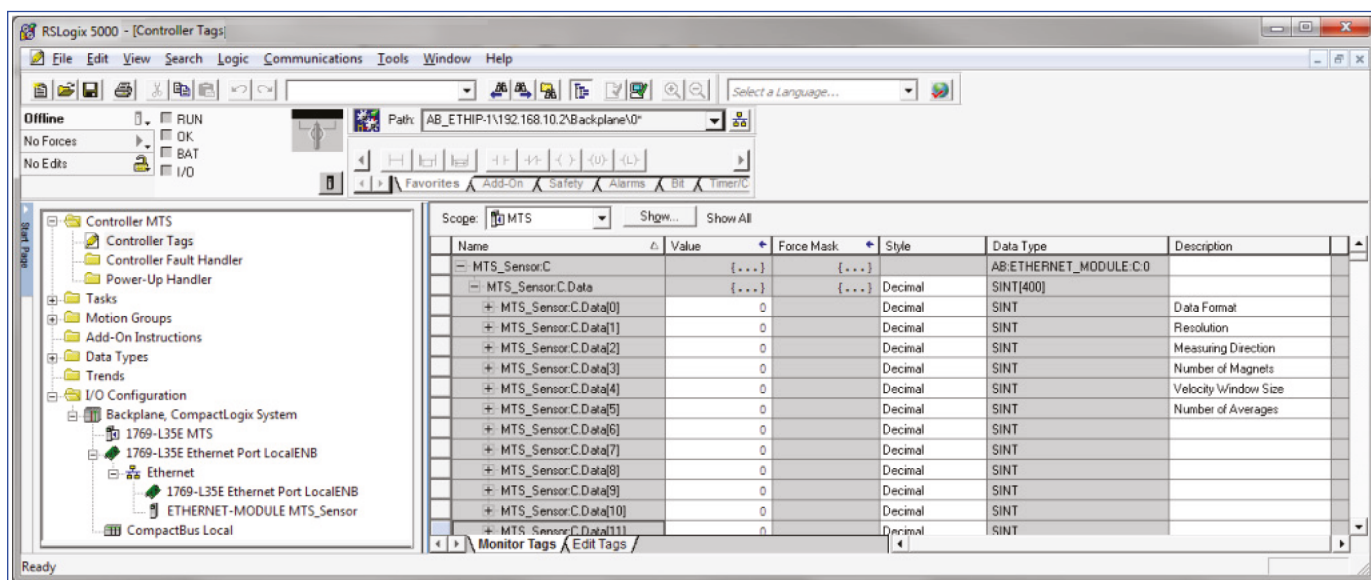

Abb. 127: Gerätekontroll-Tags
1. Klappen Sie im Verzeichnisbaum den Eintrag „Controller xxx“ aus, wobei xxx den Namen des Projekts bezeichnet (in diesem Beispiel heißt der Eintrag „Controller MTS“). Klicken Sie auf den Eintrag „Controller Tags“. Daraufhin wird das Fenster mit den Steuerungsvariablen unter <Name>.C in der Hauptansicht angezeigt. <Name> ist dabei der Sensorname, den Sie im Fenster „New Module“ eingetragen haben, in diesem Beispiel „MTS_Sensor“. Die Spalte „Description“ mit der Beschreibung der Variablen ist standardmäßig leer (Abb. 127).